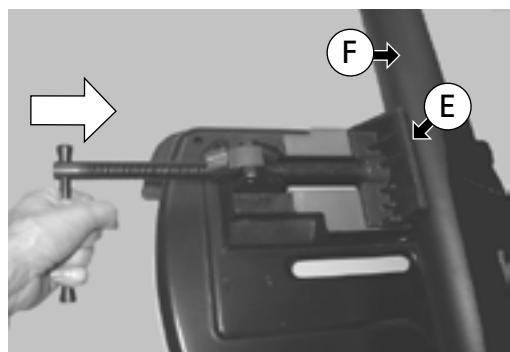

Fig. 17
- Coloque a peça a cortar (F) e rode a manivela na direcção da seta - (Fig. 17) - até a face frontal do torno se encontrar em contacto (E) com a peça a cortar (F).